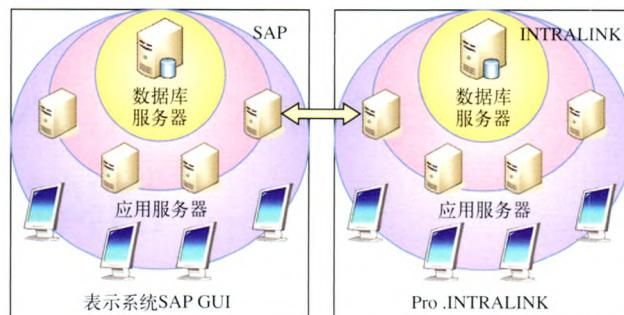

图1 SAP与Pro/INTRALINK一体化协同设计系统构建方案图
为方便与 SAP 系统的协同操作, Pro/INTRALINK 系统采用与 SAP 相同的三层模式构筑。(1) 设计人员通过表示服务器使用内嵌 INTRALINK 的 Pro/ENGINEER 完成三维模型设计; (2) 在应用服务器中, 使用 INTRALINK 系统管理三维设计数据, 控制设计流程; (3) 数据库服务器存储三维设计数据, 实现了动车组的并行设计和设计数据的实时访问与共享, 三维设计数据包括: 模型、图纸和明细表, 分别对应 SAP 中的物料、文档和 BOM, SAP 与 Pro/INTRALINK 一体化协同设计系统构建方案图如图 1 所示。